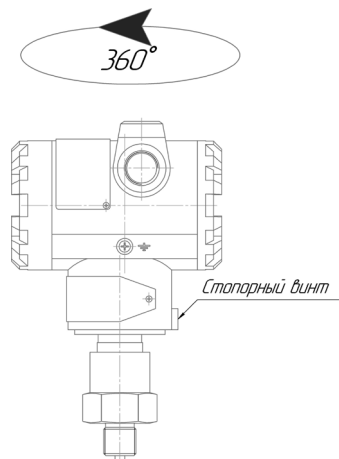

Рисунок 3 – Угол поворота электронного блока
2.3.3 Конструкция позволяет поворачивать корпус электронного блока относительно преобразователя давления на угол 360° вокруг общей вертикальной оси, при этом ограничения угла поворота предельными значениями обеспечиваются конструкцией узла поворота (рисунок 3).